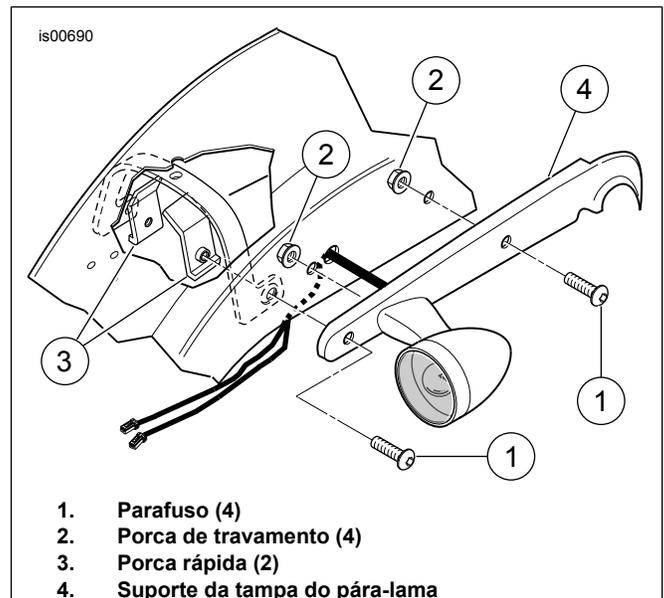

Figura 1. Remoção do suporte do pára-lama traseiro
4. Veja a Figura 1. Remova e descarte os parafusos de cabeça abaulada dianteiro e traseiro (1), as duas porcas de travamento (2) e as porcas rápidas (3) da parte inferior do pára-lama dos suportes das tampas esquerdo e direito do pára-lama traseiro (4).